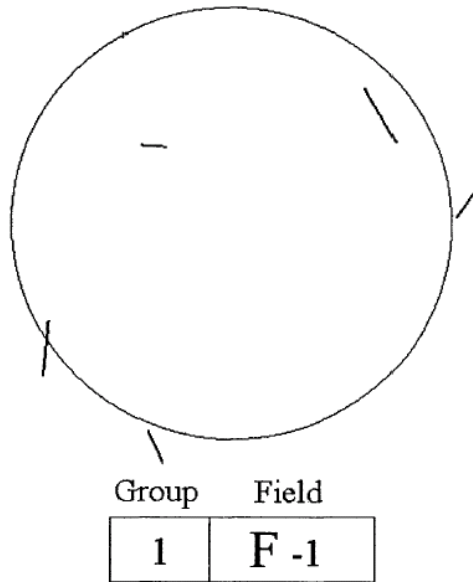

fig.5 指定視野の確認と位置合わせの例
- 最初に計数する視野を示した fig.5 を参照する。fig.5 には視野の番号と、その視野に存在する繊維の位置が示されている。この視野と繊維を見つける。